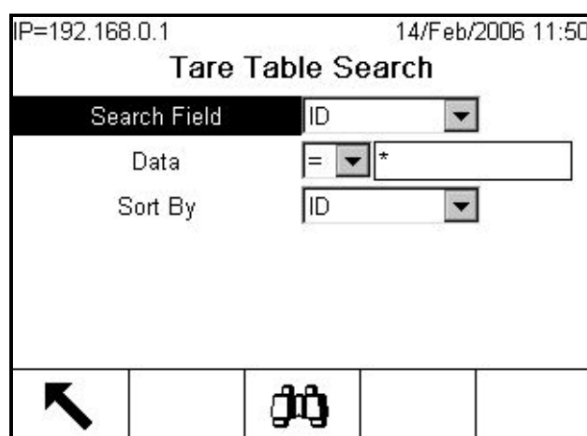

Figure C-18: Écran Tare Table Search
2. Appuyez sur la touche programmable AFFICHER TABLEAU . L'écran Search (Figure C-18) s'affiche.